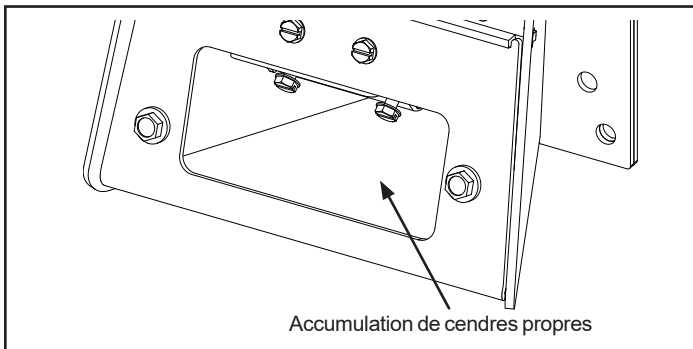

Figure 2.5
- Soulevez le couvercle de nettoyage pour ouvrir la chambre de nettoyage inférieure. Figure 2.5